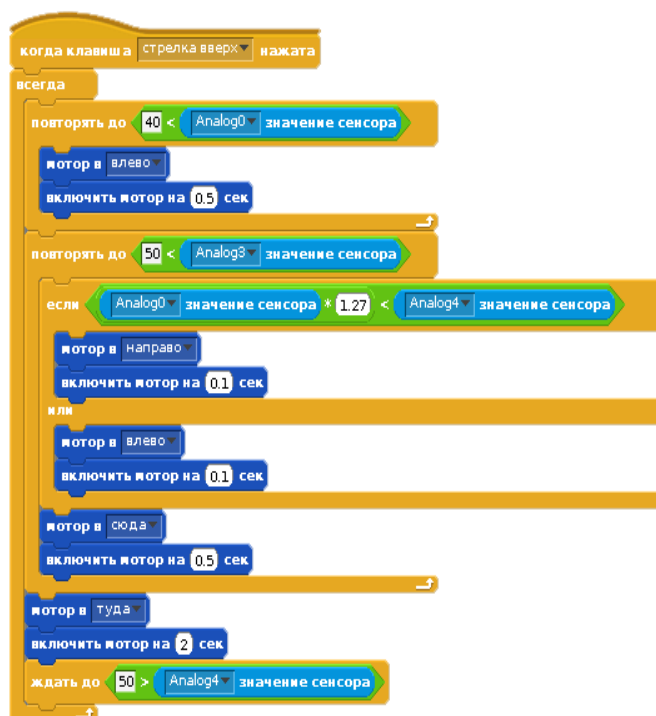

Рис. 57. Скрипт проекта «Ночная работа».
5. С учётом этих простых модификаций, исполнитель решает довольно сложную задачу. Скрипт — на рис. 57.